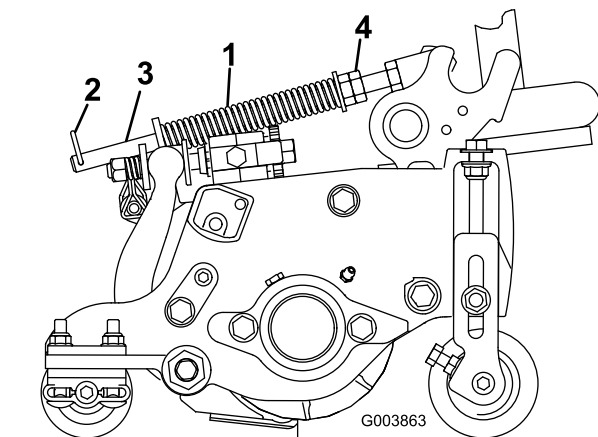

图15
2. 拧紧弹簧杆前端的六角螺母直至 Reelmaster 5410 上 12.7cm 滚刀组压缩后的弹簧长度为 12.7cm 或者 Reelmaster 5510 上 17.78cm 滚刀组压缩后的弹簧长度为 15.9cm 请参阅 图15。
草坪补偿弹簧 图15 可将重量从前滚筒转移至后滚筒。这有助于减少草坪的波动图形也称为波浪形或摆动形。
1. 确保发卡销安装在弹簧杆的后孔内 图15。